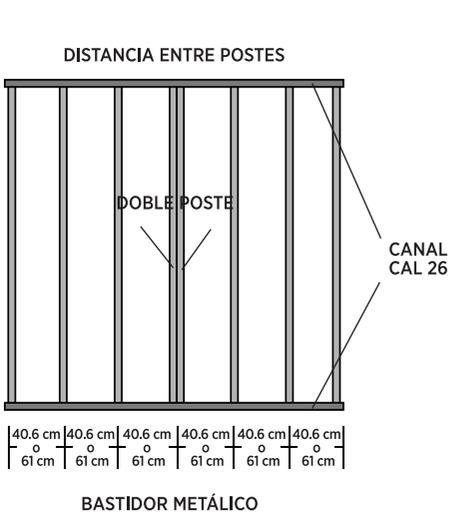

FIGURA 1
- Preparar el área donde se colocará el bastidor, uniendo los postes a los canales superior e inferior. La separación entre postes y el tipo de poste dependerá de la altura del muro según la Tabla 1. (VER FIGURA 1)
- La unión entre tableros se hará con doble poste, espalda con espalda @ 1.22 m. (VER FIGURA 1)